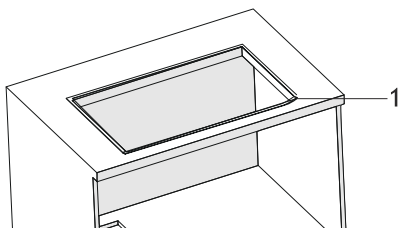

Fig. 11
- ➔ Placér nu tætningslisten hele vejen rundt oven på bordpladen i kanterne til hullet som er skåret ud til kogepladen (Fig. 11).